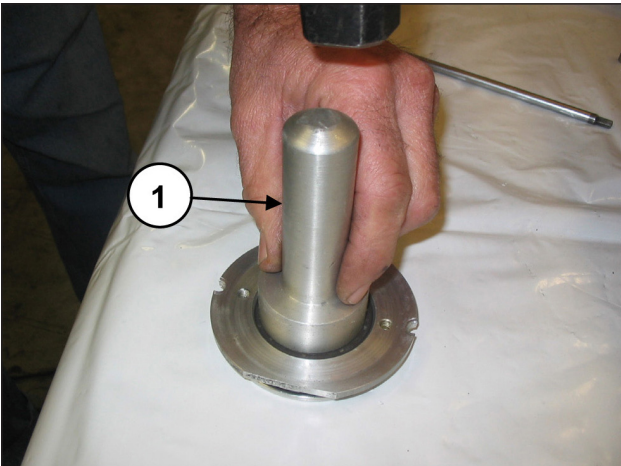

Abb. 129
Montieren Sie den Ölabbstreifring in seinen Deckel (Pos. ①, Abb. 129) mithilfe eines Dorns Art. 27910900.